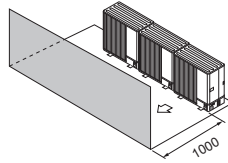

Fig. 2-14
- (3) Obstrução ou superfície fechada apenas na parte da frente (Fig. 2-14)